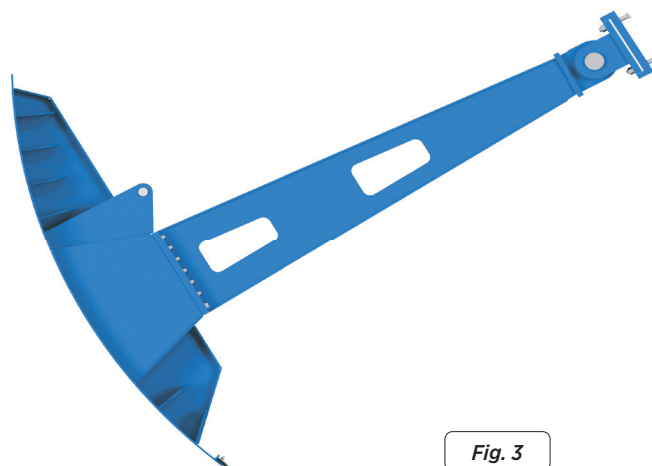

Fig. 3
- Cuando la compuerta se encuentre completamente cerrada, los puntos de giro tienen que quedar perfectamente alineados con el eje de los brazos, por lo que es recomendable fijarlos puntualmente en esta posición con el fin de facilitar el proceso de montaje. Los puntos de giro se montarán con las ménsulas atornilladas (fig. 3).